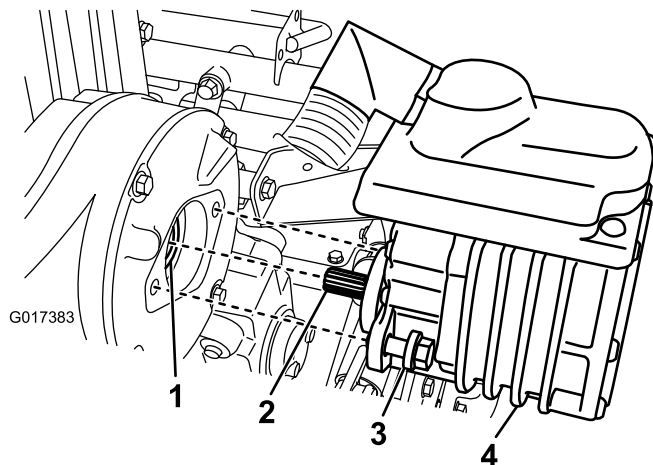

图40
2. 拆下将马达固定到传动装置外壳的 2 颗螺栓图40。
4. 用润滑脂枪向传动装置外壳的凹面泵入 1 到 2 次润滑脂图40。